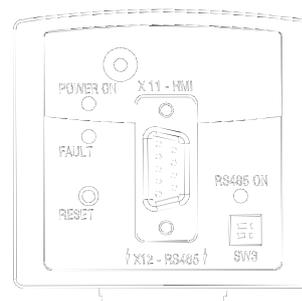

Figura 8.12 - Módulo REM05
O kit de comunicação remota KCR SCA-05 consiste na interface de comunicação REM05 (Figura 8.12). Recebe o cabo de comunicação da HMI Remota no conector X11 (DB9) e os sinais da comunicação serial RS-485 isolada, através do conector X12. Este módulo é conectado no lugar da HMI local. Ver também item 6.1.